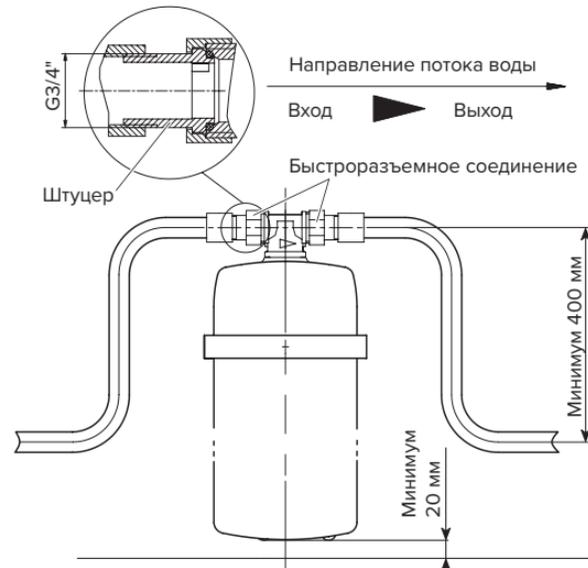

Рис. 2. Подсоединение корпуса водоочистителя к водопроводу
- установите собранный водоочиститель на кронштейн (1);
- соберите быстроразъемные соединения (3), завернув до упора накидные гайки (4);
- установите фиксирующую планку (5) на кронштейн (1) и закрутите гайку-барашек (6);
**ВНИМАНИЕ!** Важно не перепутать вход и выход водоочистителя. Острие треугольника на тройнике указывает направление потока воды (рис. 2).
Подводку желательно проводить металлопластиковыми или медными трубами. Труба должна оканчиваться штуцером (переходником) с внутренней резьбой G 3/4 для подсоединения быстроразъемного соединения. Монтаж труб следует проводить в соответствии с размерами, приведенными на рис. 2. Рекомендуется обязать водоочиститель байпасной линией.